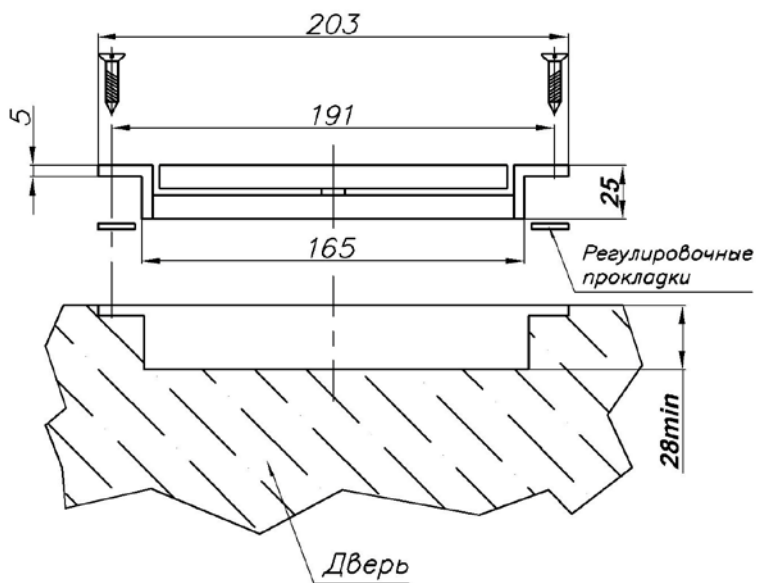
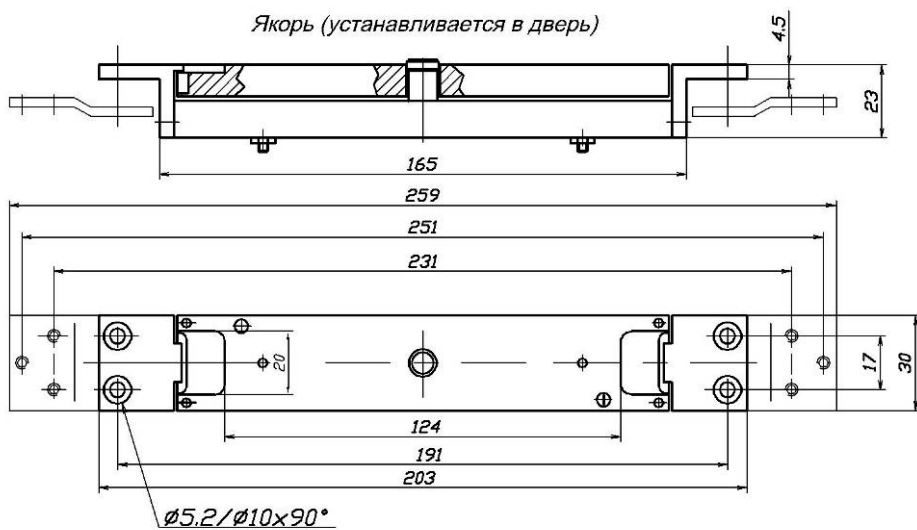
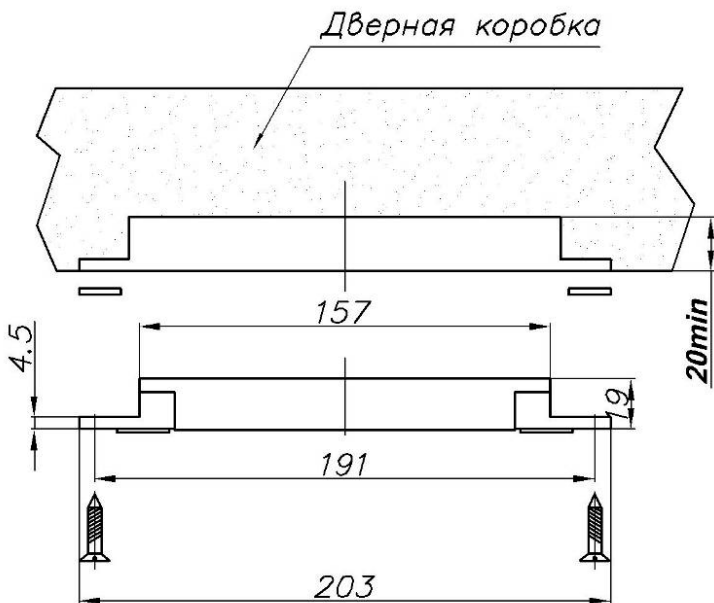

Рис. 2
Рис. 3
Рис. 4
6.1 Толщина двери для врезного варианта крепления ЗАМКА должна быть не менее 45 мм, при этом гарантированные зазоры между подвижной пластиной якорной части и внутренними поверхностями гнезда в двери должны быть не менее 1 мм. Т. е. пластина должна свободно, не касаясь стенок гнезда, перемещаться в пределах своего рабочего хода. Рекомендуемая ширина гнезда двери в зоне перемещения пластины якоря должна быть не менее 32 мм. Остальные габаритно-установочные размеры показаны на рис. 2 и 3. На рис. 3 показан вариант установки якорной части в металлическую дверь с помощью переходных планок (пластин). Аналогичное гнездо выполняется в дверной коробке (рис. 4 и 5). На рис. 5 показан вариант установки корпусной части в металлическую дверную коробку с помощью переходных планок (пластин).